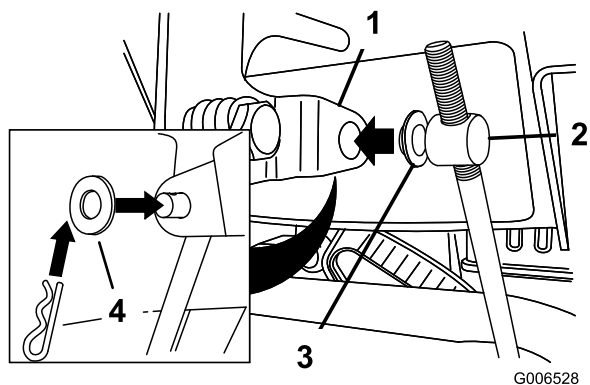

Figura 11
3. Togliete la coppia a forcina e la rondella esterna dal barilotto sul lato superiore dell'asta di comando della velocità (Figura 11).
**Nota:** Per agevolare l'installazione lasciate la rondella piana sul barilotto (Figura 11).
6. Sollevate l'asta di comando della velocità ed inserite il barilotto nel foro della leva di selezione della velocità (Figura 11).
- B. Scollegate il barilotto dalla leva del selettore della velocità (Figura 11).
- C. Abbassate il barilotto sull'asta di controllo della velocità (senso orario) (Figura 11).